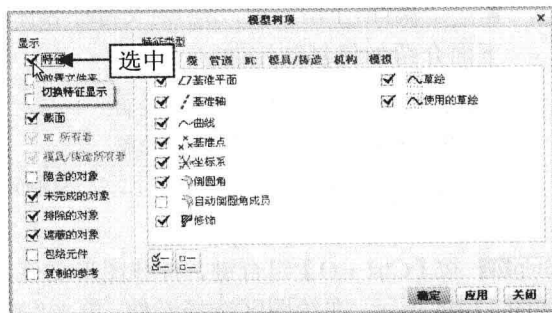

图 11-35 “模型树项”对话框
Step 06 在模型树中单击“设置”按钮，在弹出的下拉列表中选择“树过滤器”选项，弹出“模型树项”对话框，选中“特征”复选框，如图 11-35 所示。